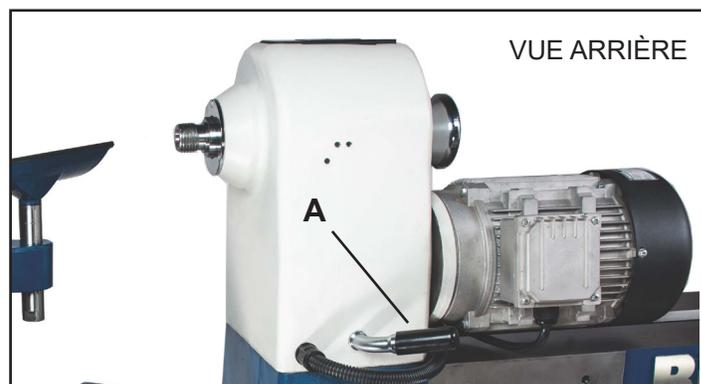

FIG. 14
D. POIGNÉE DE BLOCAGE DE LA POUPÉE FIXE : (FIG. 14, A) Le levier arrière bloque la poupée fixe en place sur le bâti du tour. Pour pivoter la poupée fixe sur le bâti, libérer le levier, puis resserrer le levier une fois la poupée fixe repositionnée.